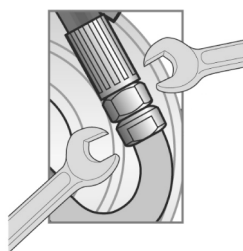

Fig. 2
- 2) サービスホースをスイベルに接続してください。(Fig. 2)